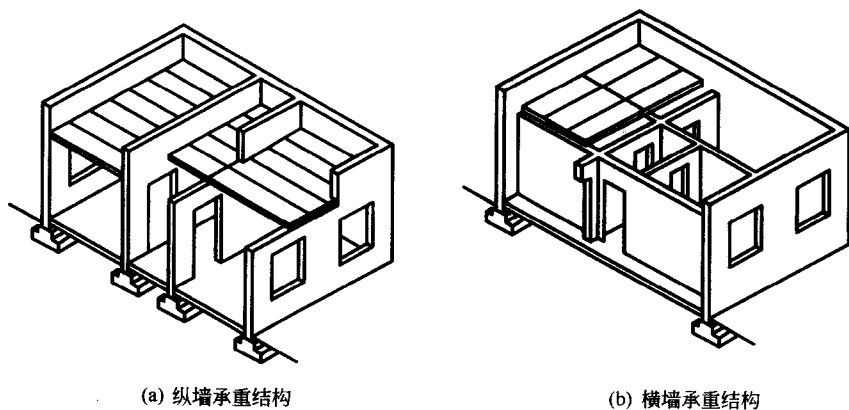

图 1-1 墙承重
③ 按主要承重结构材料分
④ 按承重结构的形式体系分
(2) 常见的结构构造形式
① 混合结构 它是以石、砖等墙体承重、钢筋混凝土梁板等水平构件构成的混合结构系统。主要是墙承重。根据并且根据承重墙的方向不同，分为纵墙承重结构和横墙承重结构（图 1-1）。